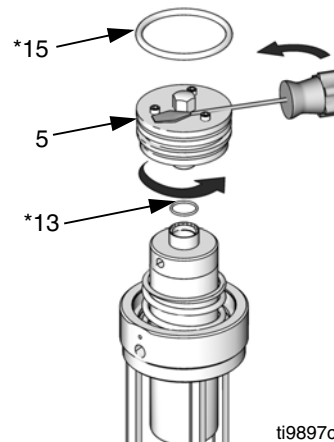
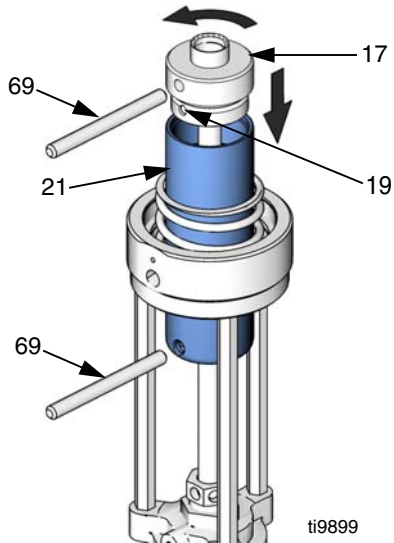

Рис.12. Воздушный клапан серии В
Рис.13
- 3 Только для пневматических двигателей серии В. Отвинтите воздушный клапан (5). Если необходимо дополнительное поворотное усилие – введите острие отвертки между головками винтов (16) и шестигранной головкой воздушного клапана (5). Проверьте уплотнительные кольца (13\* и 15\*) на наличие повреждений и, если нужно, замените их. Проверьте, чтобы уплотнительное кольцо (13\*) было расположено надлежащим образом и не зажималось. См. Рис.12.
- 4 введите штифт (69) в отверстие поршня, чтобы заблокировать его. Воспользуйтесь вторым штифтом (69), чтобы отвинтить крышку поршня (17) и отделить её от поршня (21), открыв доступ к установочному штифту (19). См. Рис.13.
См. "Ремонт пневмодвигателя", опер.3 и 4 (Рис.12 и Рис.13) для конкретных указаний по повторной сборке.